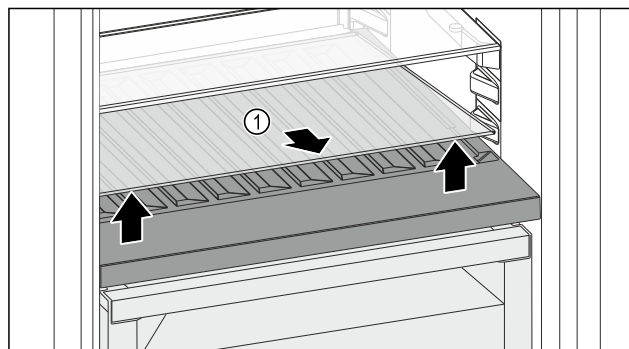

Fig. 109
- ▶ Emelje meg elől, a mélyedésnél az üveglapot Fig. 109 (1), és vegye ki.
- ▶ Biztonságosan tárolja az üveglapot Fig. 109 (1) a készüléken kívül.